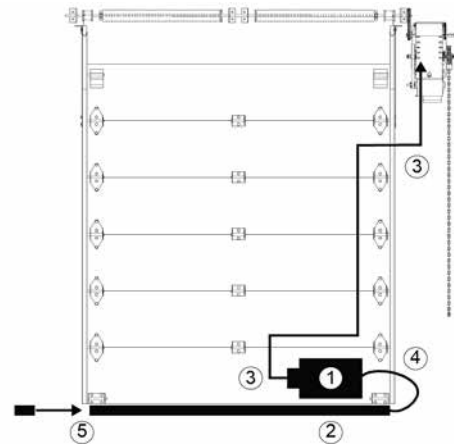

Figura 34 - Borde sensible
1. Colocar el interruptor de aire en posición (ver la Figura 34).
1. Colocar la caja de conexiones en posición (ver la Figura 34).